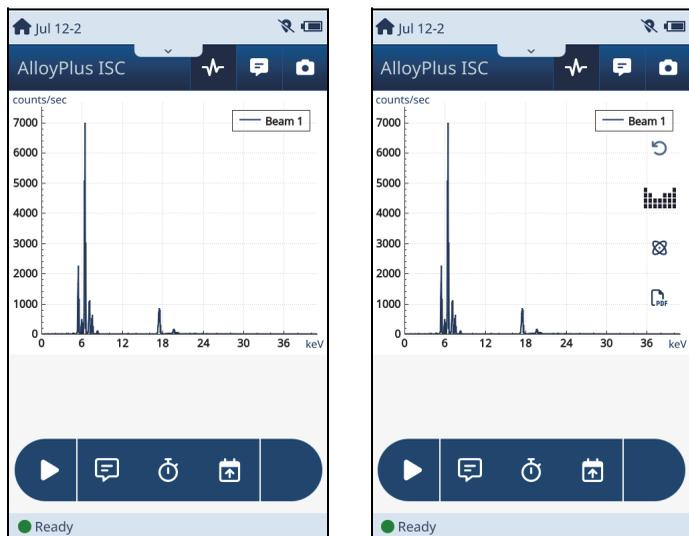

图 3-3 频谱：未展开频谱图（左图）和展开的频谱图（右图）
2. 点击并按住频谱图像，直到图像扩展并充满可用的屏幕区域（参见第107页的图 3-3）。